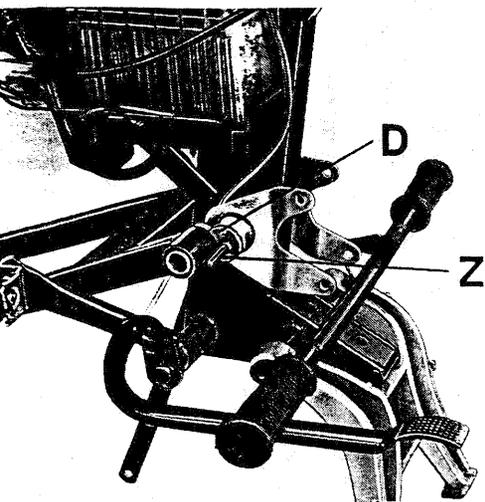

Fig. 15. Patins-moteur comprimés par le cône de serrage (D) et la vis d'avance (Z) munie du filet M 6, la bielle oscillante de roue arrière étant emmanchée
- Comprimer axialement les patins-moteur à la longueur du tube de suspension de cadre en se servant des cônes de serrage (voir fig. 15).